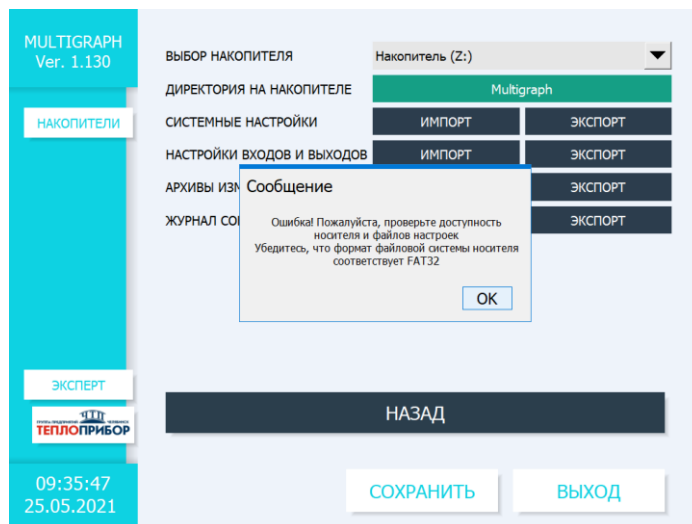

Рисунок 2.5 – Ошибка передачи данных на внешний накопитель
2.3.1.4.3 Для копирования системных настроек или настроек входов и выходов на другие приборы, либо журнала событий, необходимо нажать на клавишу «ЭКСПОРТ», после чего все введенные настройки/события скопируются на внешний носитель данных. Для переноса системных настроек или настроек входов и выходов с другого прибора необходимо нажать на клавишу «ИМПОРТ», все необходимые настройки скопируются на прибор с внешнего носителя. В случае ошибки передачи, администратор увидит сообщение об ошибке (рис. 2.5).